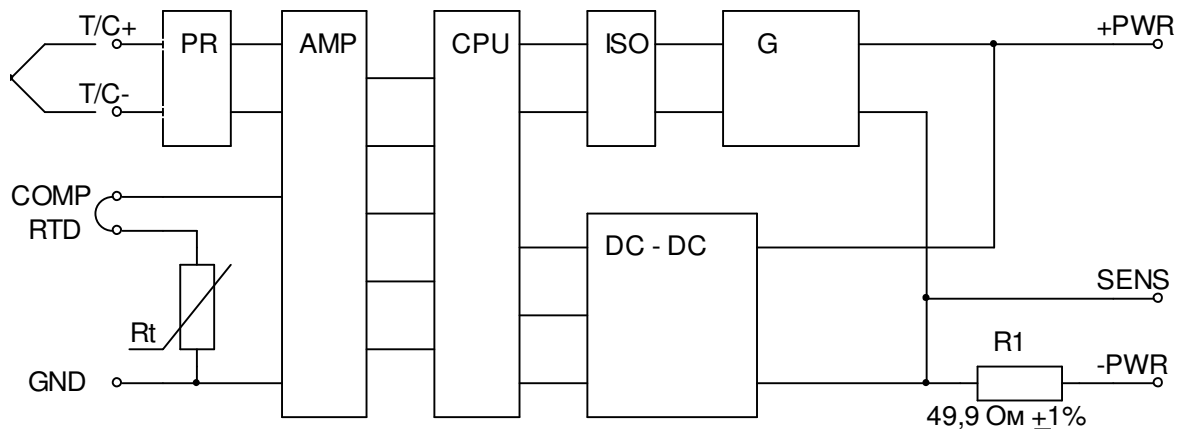

Рисунок 2 – Функциональная схема ИП – 40020 – x - 0
Входные усилители усиливают входные сигналы до уровня, необходимого для работы АЦП. Входные усилители также содержат цепи для регистрации обрыва линии связи с ТП (ток смещения 0,11 мкА) и для преобразования сопротивления терморезистора R_t (см. рисунок 2) в напряжение (измерительный ток 0,33 мА).
- измерение сопротивления R_t (см. рисунок 2), вычисление температуры свободных концов ТП;